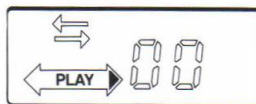

Fig. 1-3k
1. Open de cassettehouder door drukken op toets (34) "EJECT".
3. Met de volle spoel links moet de pijl in het "PLAY"-vlakje naar rechts wijzen (Fig. 1-3k). Is dat niet het geval, druk dan op toets (26) "DIRECTION".
4. Schakel, desgewenst het DOLBY-NR-systeem in met toets (29). Dit, ter vermindering van ruis.
5. Kies de op te nemen geluidsbron door indrukken van de betrokken toets (12).
6. Maak de recorder bedrijfsklaar voor opname door drukken op toets (32) "RECORD".